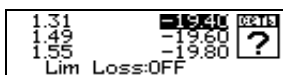

Рис. 16. Изменение порогов затухания
4. Три короткими нажатиями кнопки ▼ перейдите в подрежим изменения пороговых значений затухания (рис. 16)